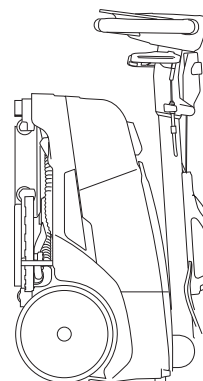

Fig.4
- Gire la máquina en posición vertical (Fig. 4).